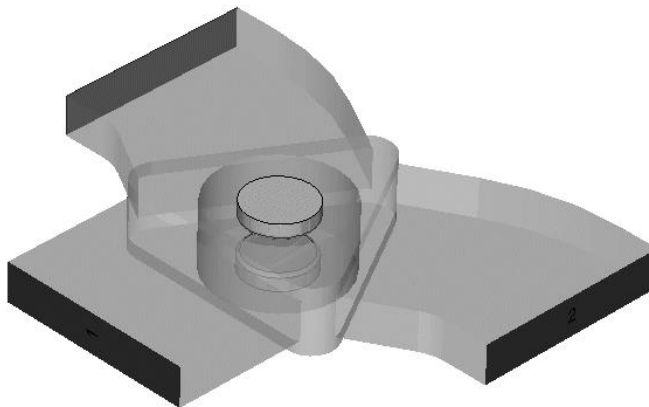

Рисунок 6. Модель волноводного циркулятора
- Frequency Solver, основанный на методе конечных разностей (FEM), позволяет проводить расчёты резонансных устройств (рис. 6), периодических сред, сред с потерями, объектов со сложной формой поверхности, невзаимных устройств (рис. 6) и т.д.